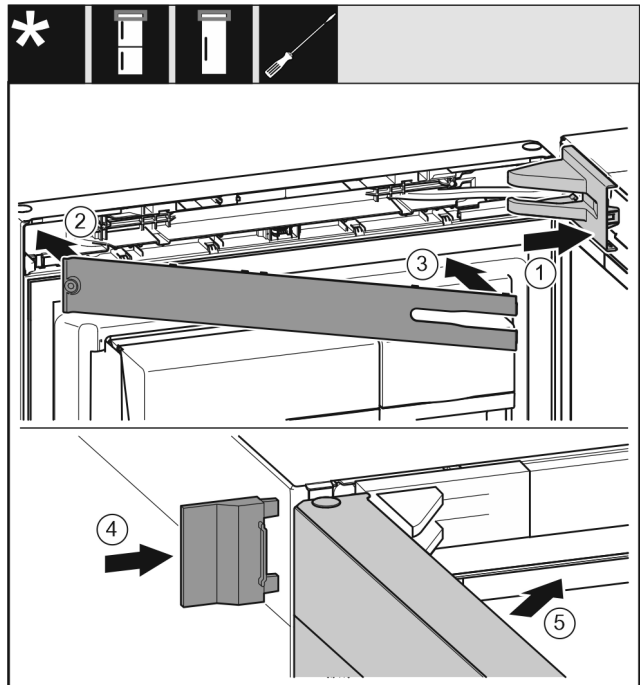

Fig. 22
- ▶ Așezați apărătoarea suporturilor de lagăr și fixați-o în poziție, după caz, desfaceți-o prin apăsare cu precauție. Fig. 22 (1)
- ▶ Așezați masca. Fig. 22 (2)
- ▶ Rabatați în interior și fixați în poziție masca. Fig. 22 (3)
- ▶ Împingeți apărătoarea exterioară. Fig. 22 (4)
- ▶ Închideți ușa superioară. Fig. 22 (5)